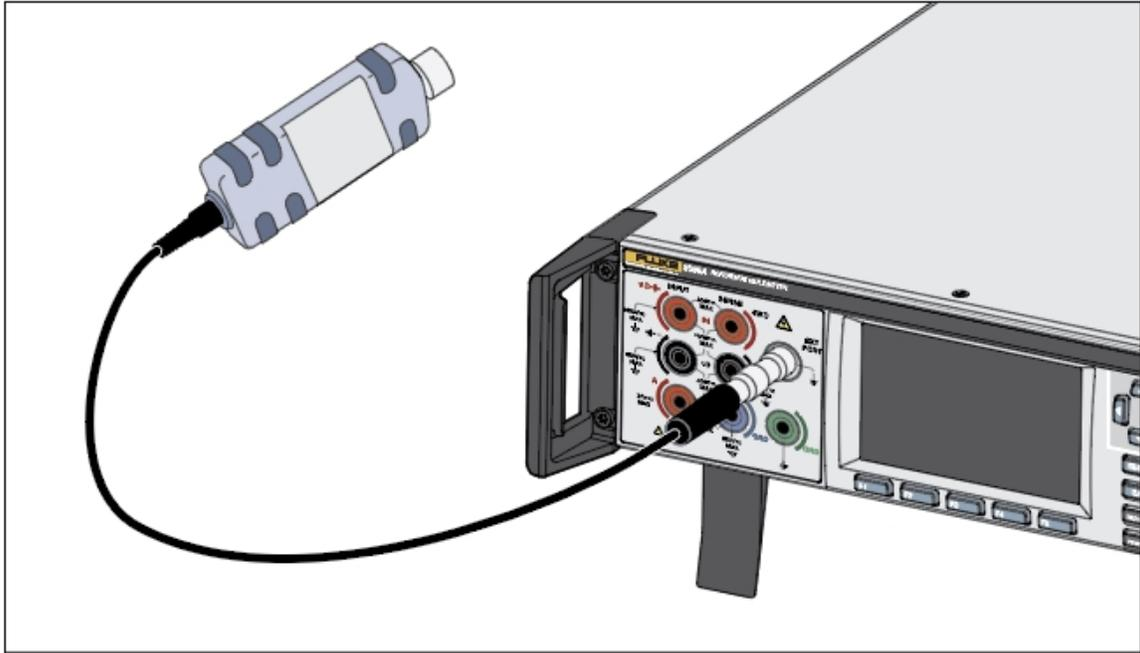

图 15.将功率传感器连接到产品
2. 将多路连接器连接到产品上的外部端口 (EXT PORT)。用力按压多路接头，直到锁住为止。参见图 15。